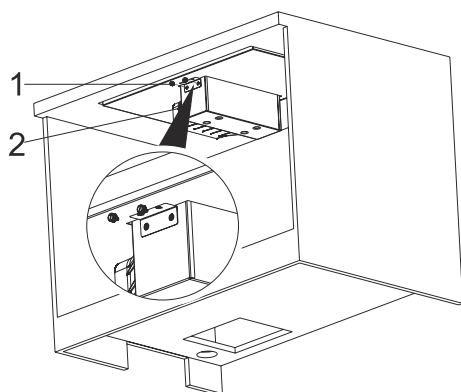

Fig. 12
5. Fäst nu behållaren med de medföljande fingerskruvarna (Fig. 12).